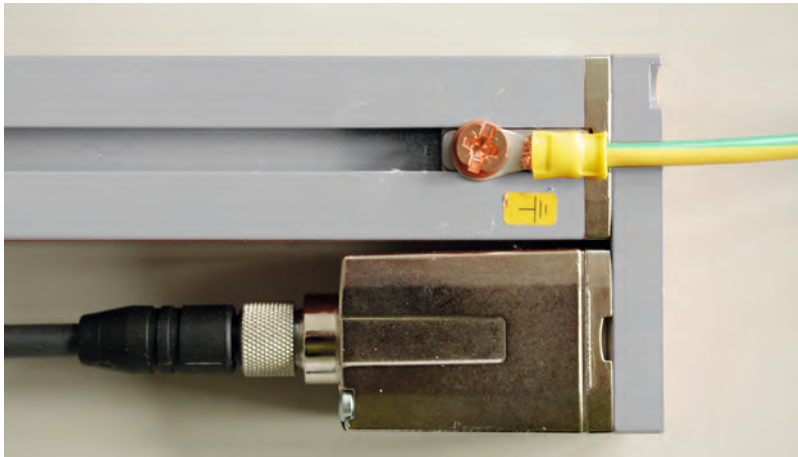

Bild 7.1: Auflegen des Erdpotentials am Lichtvorhang
- ☞ Verbinden Sie Sender- und Empfängergehäuse des Lichtvorhangs mit dem Schutzleiter am FE-Maschinensternpunkt über die PE-Schraube am Erdungsnutenstein (siehe Bild 7.1).